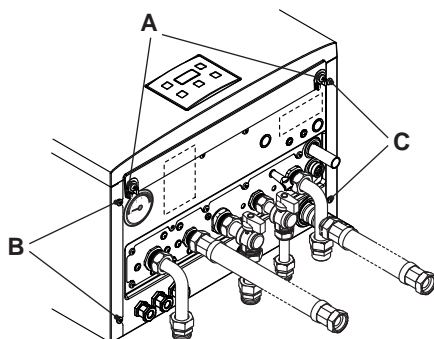
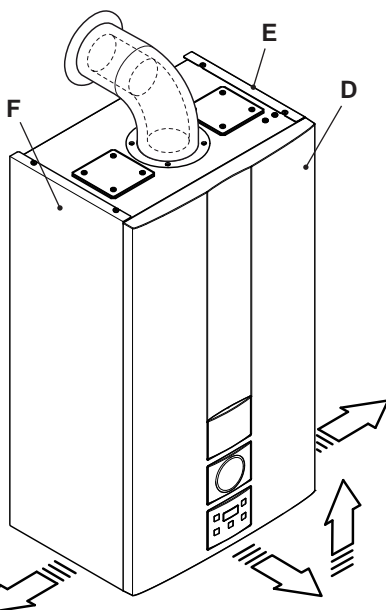

Figura 9.1
Figura 9.2
• Svitare le viti Ae e rimuovere il pannello frontale D tirandolo a sè e quindi spingendolo verso l'alto in modo da liberarlo dalle sedi superiori (Figura 9.1 e Figura 9.2).
Allentare la viti Be e Cin (Figura 9.1) e togliere i due pannelli laterali E ed F tirandoli verso l'esterno.
- Bloccare il pannello frontale D con le apposite viti A (Figura 9.1).